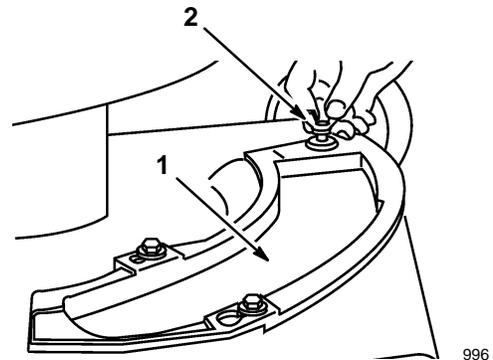

Figure 32
2. Retirer la vis papillon qui fixe la plaque d'obturation au carter de tondeuse (Fig. 32).
- Retirer la vis papillon qui fixe la plaque de paillage au carter de tondeuse (Fig. 32).